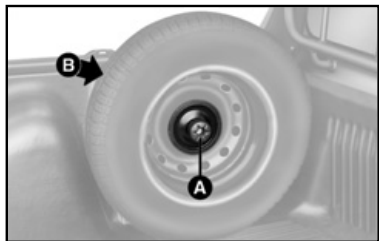
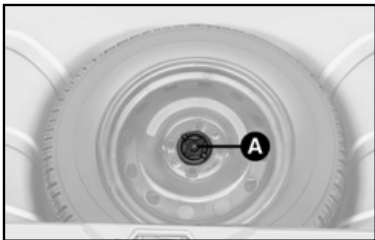

fig.5
fig. 15
- Nas versões com cabine curta, destarraxar o pino suporte da roda sobressalente **A-fig. 5** ou **6** e retirar a mesma de sua sede **B-fig. 5 e 6**.
15) colocar a roda substituída no compartimento da roda sobressalente fixando-a com o dispositivo de bloqueio **fig. 5** ou **7** (Strada) ou **fig. 15** (Palio e Siena).